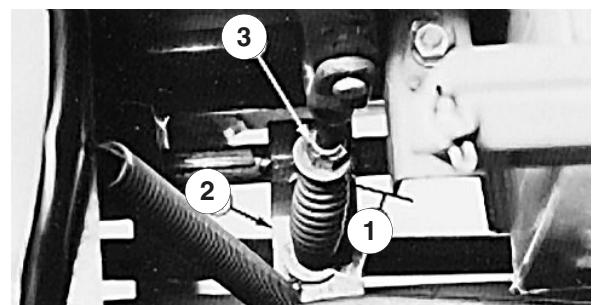

Bild 39
4. Zum Einstellen halten Sie den Kopf der Einstellschraube mit einem Schraubenschlüssel (unter dem Auslösearm der Zapfwelle) fest und drehen die Sicherungsmutter (Bild 39).